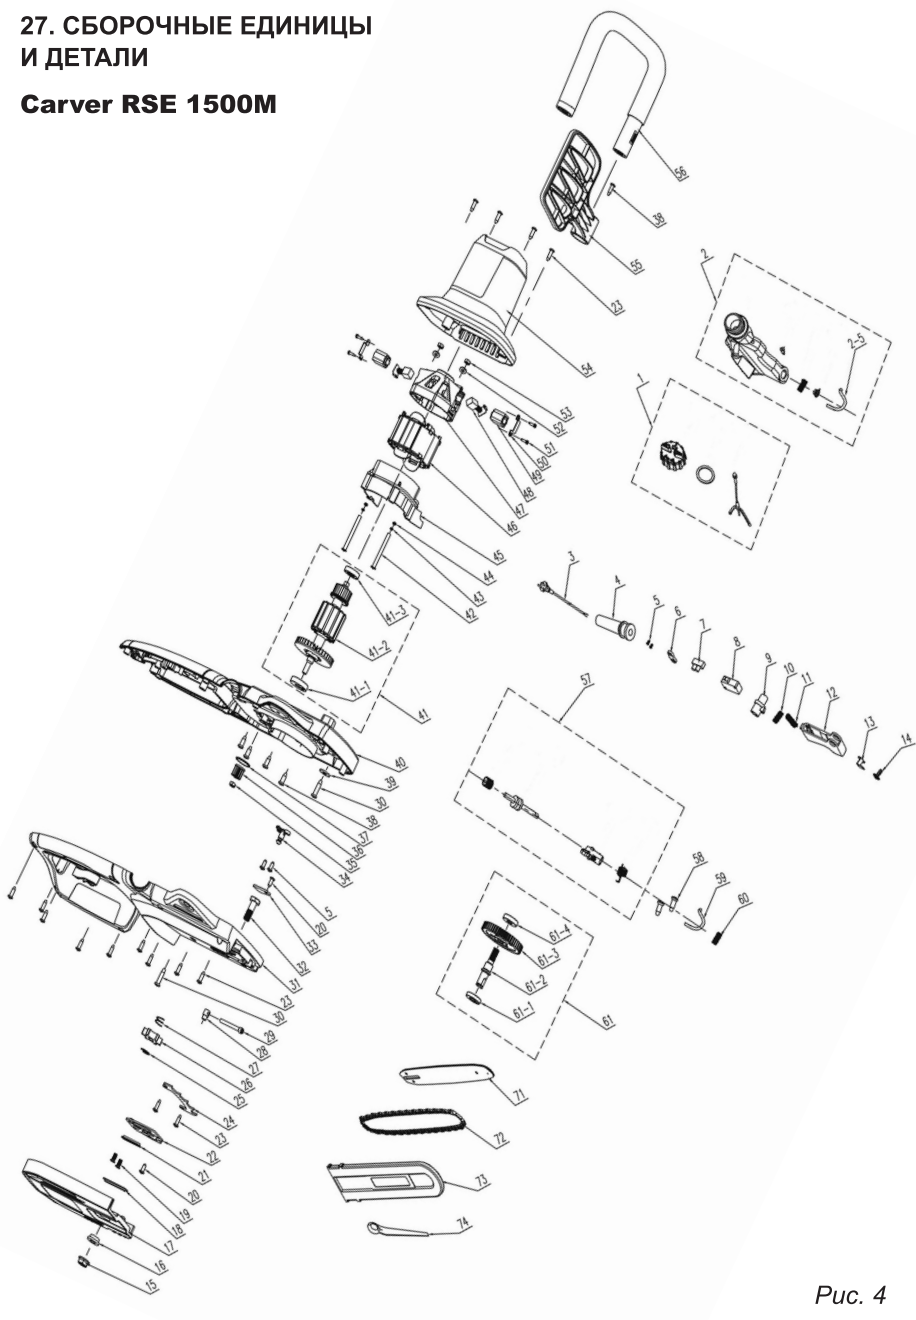

Рис. 4
**28. СПИСОК ДЕТАЛЕЙ (рис. 4)**